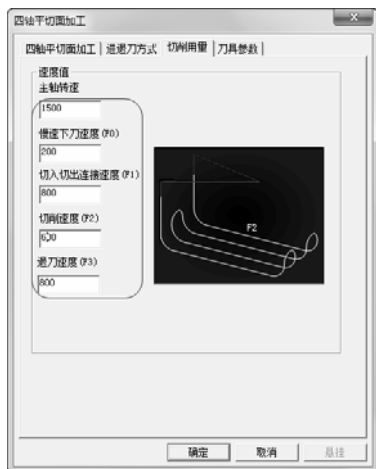

图 4-6 “切削用量”选项卡
3) 单击“切削用量”选项卡，设置“主轴转速”、“快速下刀速度”、“切入切出连接速度”、“切削速度”、“退刀速度”，具体参数数值如图 4-6 所示。